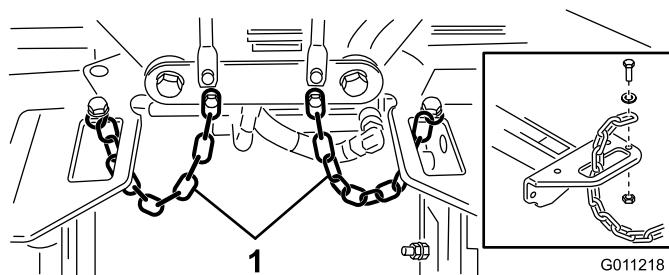

Bild 22
4. Verlegen Sie eine Kippkette durch den Schlitz am Ende jedes Trägersrahmens. Befestigen Sie die Kippkette mit einer Schraube, einer Scheibe und einer Sicherungsmutter oben am Trägersrahmen (Bild 22).